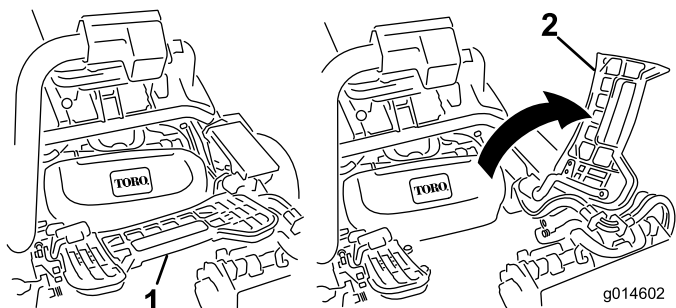

Figure 52
1. Relevez le repose-pieds pour accéder à la position de l'unité de coupe centrale (Figure 52).